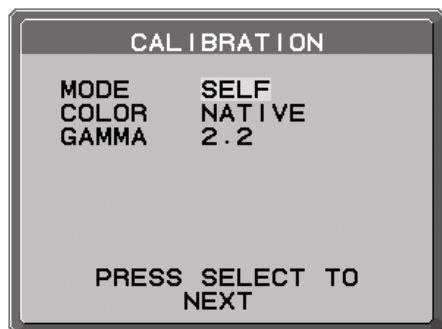

Figura S.6
5. Utilice "IZQUIERDA" o "DERECHA" para seleccionar AUTO en la selección de MODO (**figura S.6**). Pulse "ARRIBA" o "ABAJO" para avanzar hasta la próxima selección. Utilice "IZQUIERDA" o "DERECHA" para seleccionar el modo de color en la selección de Sistema de control de color (**figura S.6**). Pulse "ARRIBA" o "ABAJO" para avanzar hasta la próxima selección.
6. Seleccione GAMMA: NO CORRECTION, 2.2, OPTION, PROGRAMMABLE, PROPIA y OMITIR (**figura S.6**).